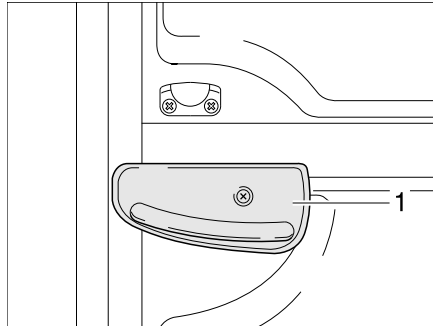

Bild 24 Verriegelungshebel am Türunterteil
- Das Türunterteil verriegeln. Dazu Verriegelungshebel (Bild 24,1) eine viertel Umdrehung im Uhrzeigersinn drehen.